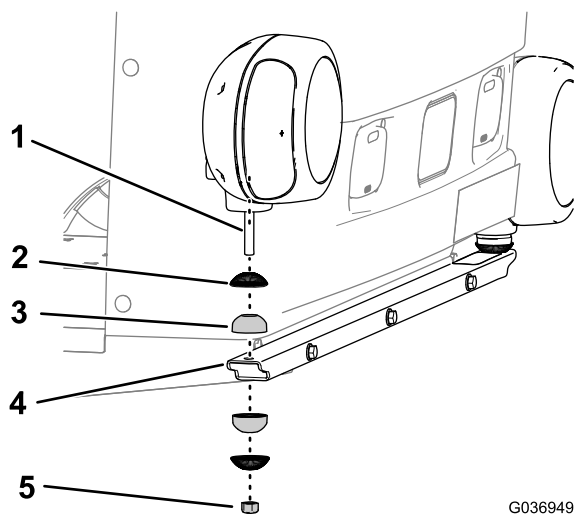

Figure 9
- Retirez le contre-écrou (10 mm), 1 demi-joint et 1 coque rainurée du phare (Figure 9).
5. Alignez la tige filetée du phare sur le trou vertical au bout du support (Figure 9).
**Remarque:** Vérifiez que le demi-joint supérieur et la coque rainurée sont alignés, comme montré à la Figure 9.